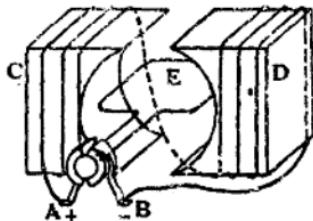

图 104
(3) 图 104 是电动机示意图：A 和 B 是两个电刷，电刷 A 跟电源正极连接，电刷 B 跟电源负极，C 和 D 是场磁铁，E 表示电枢，全部电路的接线方法如图所示。判断通电后电枢怎样转动。